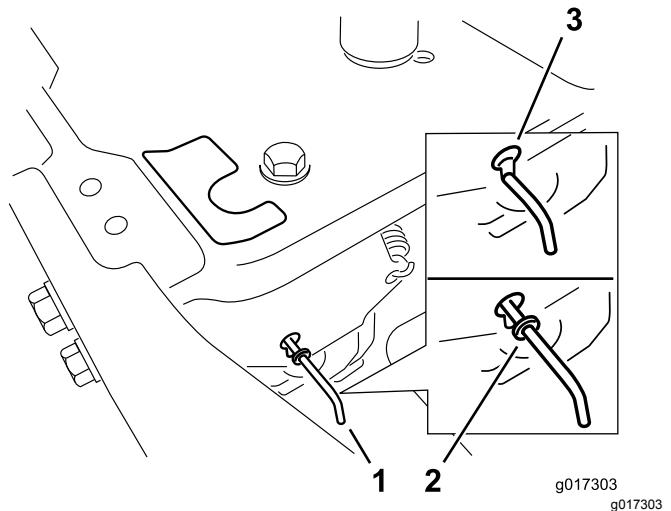

Figura 19
4. Mueva las palancas de desvío hacia delante a través del orificio y hacia abajo para bloquearlas en esa posición (Figura 19).
Mueva las palancas de desvío hacia atrás a través del orificio y hacia abajo para bloquearlas en esa posición, según se muestra en Figura 19.